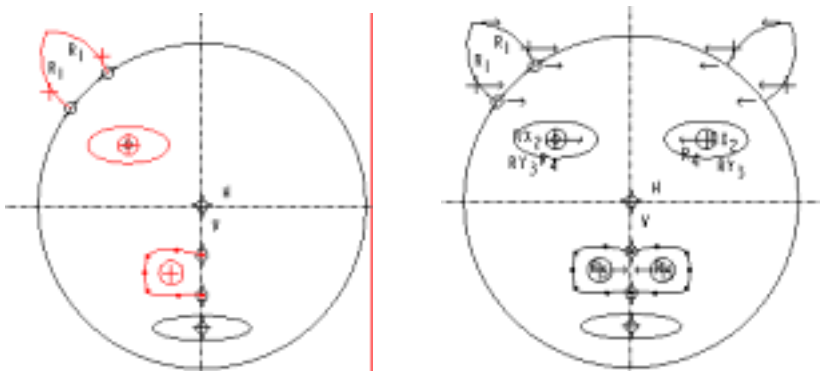

图 3-91 镜像
(13) 单击工具栏中的“切换尺寸显示的开关”按钮, 将尺寸隐藏。
(14) 按住 Ctrl 键, 选中上面绘制的圆弧、椭圆、圆等, 再单击工具栏中的“镜像”按钮, 选择竖直中心线为镜像基准线, 效果如图 3-91 所示。